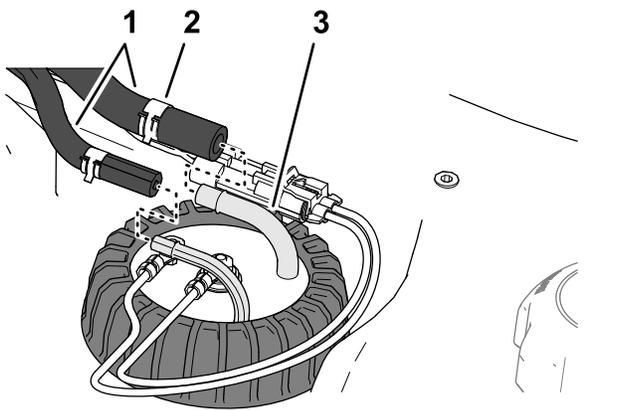

Рисунок 92
- 5. Установите шланг на штуцеры датчика уровня топлива и прикрепите шланги к штуцерам с помощью зажимов (Рисунок 92).